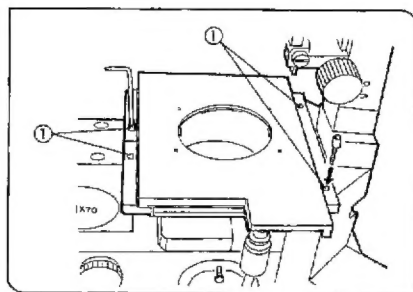

図 12
(図12~19)
2) 付属の六角穴付ねじ(4本)を使用して、取付穴①に六角レンチで確実に固定します。(図12)